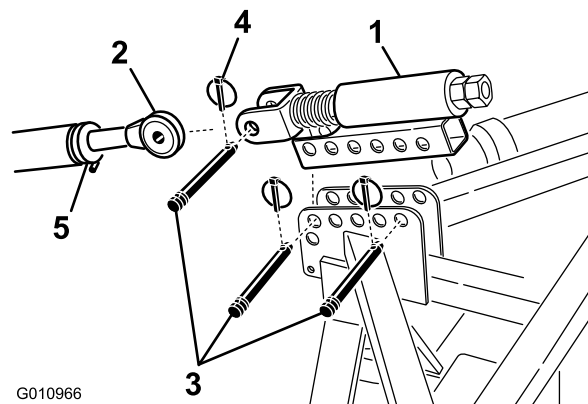

Figure 7
- Montez le bras de liaison supérieur à ressort sur le support d'aérateur avec deux axes d'articulation et goupilles à anneau (Figure 7)
- Desserrez le contre-écrou sur la biellette supérieure du tracteur. Réglez la biellette supérieure jusqu'à ce qu'elle soit en face de la chape du bras de liaison supérieur à ressort de l'aérateur (Figure 7).
- Accouplez la biellette supérieure du tracteur à la chape du bras de liaison supérieur à ressort avec un axe de chape et une goupille à anneau (Figure 7).
6. Tournez la biellette supérieure jusqu'à ce que le ressort soit comprimé d'environ 12,5 mm (Figure 7).